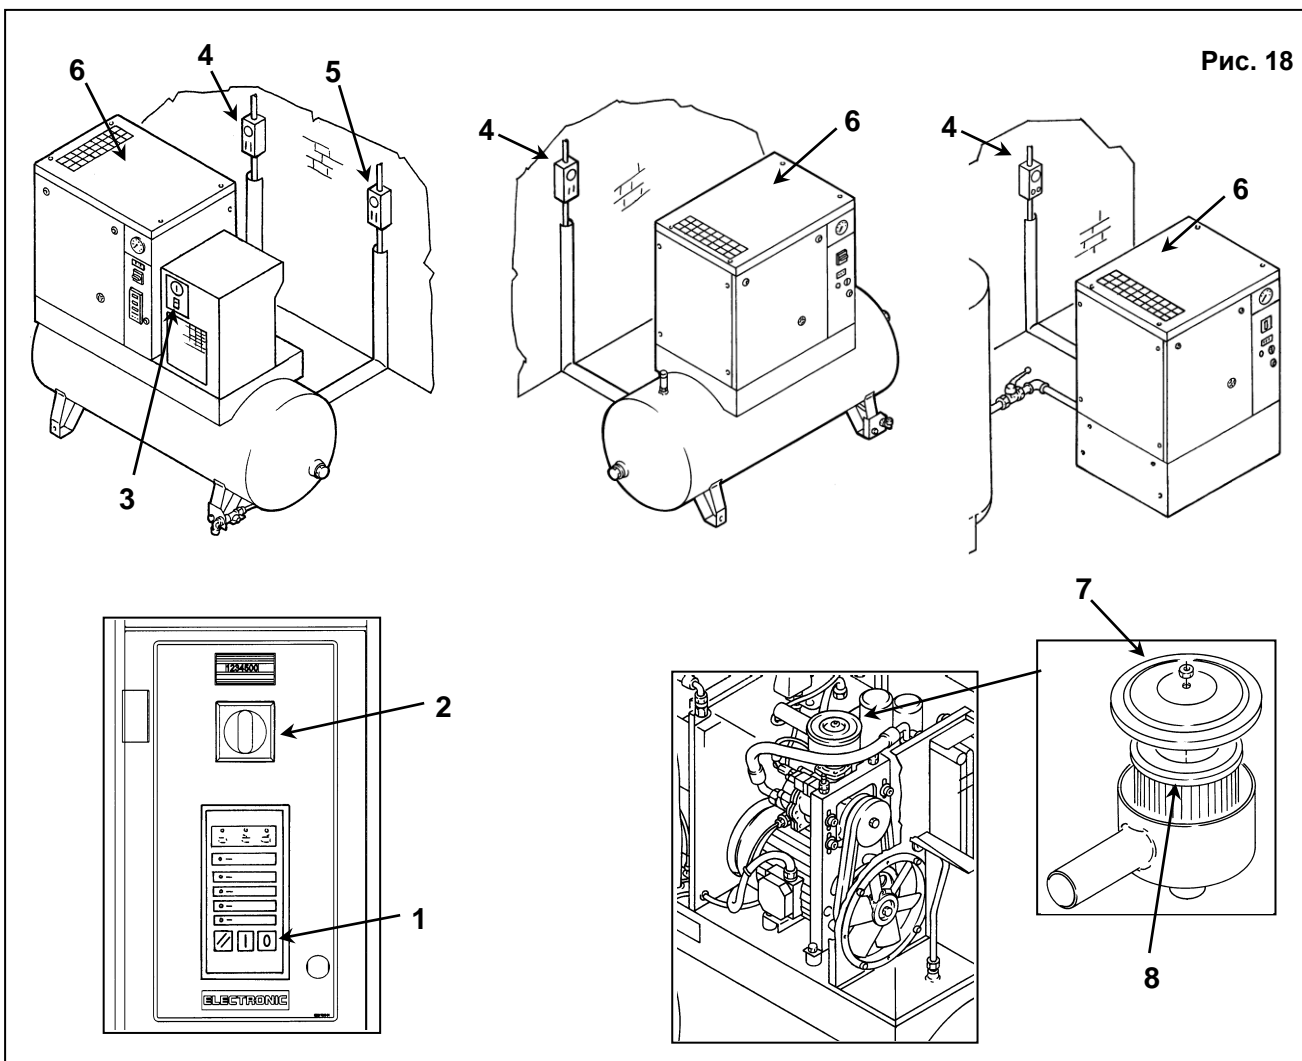

Рис. 18
- Выключите машину с помощью кнопки поз. 1, рис. 18: после этого машина остановится через 30 секунд холостого хода.
- Переведите разъединитель поз. 2 в положение "0", рис. 18, и заблокируйте его замком.
- Нажмите кнопочный выключатель поз. 3, рис. 18 (при его наличии на осушителе).
- Включите автоматический дифференциальный переключатель питания поз. 4 (на винтовом компрессоре) и поз. 5 (при его наличии на осушителе), рис. 18.
- Снимите стационарную защитную панель (кожух машины) поз. 6, рис. 18.
- Снимите фильтр, поз. 8, рис. 18.
- Закройте защитное устройство (крышку машины), поз. 6, рис. 18, с помощью соответствующих предохранительных винтов.